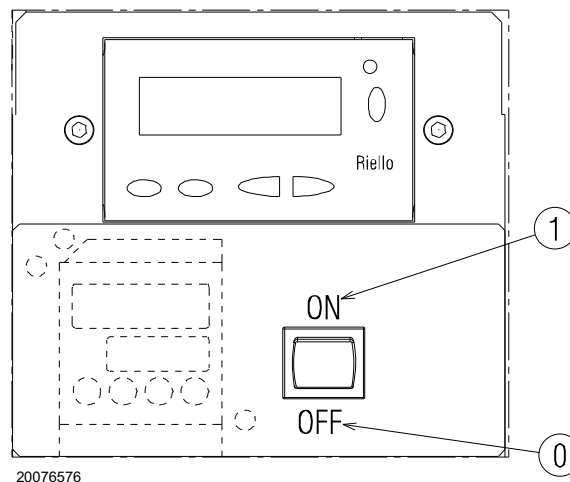

Abb. 30
Führen Sie dem Brenner über den Hauptschalter an der Schalttafel des Kessels Strom zu. Den Wahlschalter 27(Abb. 5) auf "OIL" stellen, um den Brennstoff Heizöl auszuwählen. Schließen Sie die Thermostate/Druckwächter und stellen Sie den Schalter aus Abb. 30 auf "1/EIN".
- stellen Sie den Schalter aus Abb. 30 auf "0/AUS" und warten Sie, bis das Steuergerät die Abschaltphase ausführt;
Schließen Sie die Fernsteuerungen und stellen Sie den Wahlschalter 1)(Abb. 30) auf "ON".